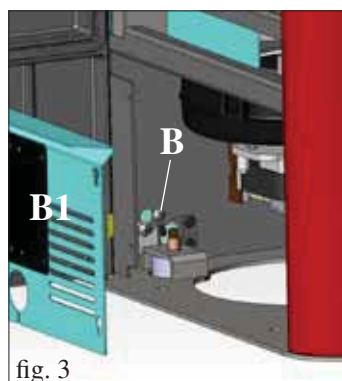

fig. 3
- Abrir o batente e retirar o painel zincado (B1 - fig. 3)
- Alargar o parafuso colocado na parte inferior/dianteira dos lados direito e esquerdo (B-fig.3)